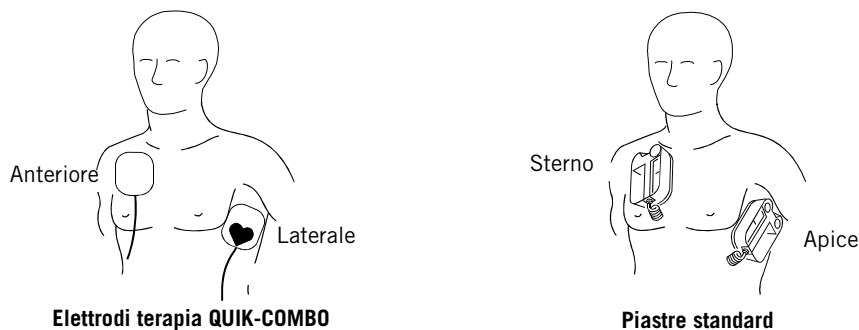

Figura 5-1 Posizionamento antero-laterale
1. Sistemare l'elettrodo di terapia ♥ o la piastra **APICE** lateralmente rispetto al capezzolo sinistro del paziente sulla linea medioascellare, con il centro dell'elettrodo il più possibile lungo la linea medioascellare. Vedere la Figura 5-1.
2. Sistemare l'altro elettrodo terapia o la piastra **STERNO** sul lato superiore destro del torace del paziente, lateralmente allo sterno e al di sotto della clavicola, come illustrato nella Figura 5-1.